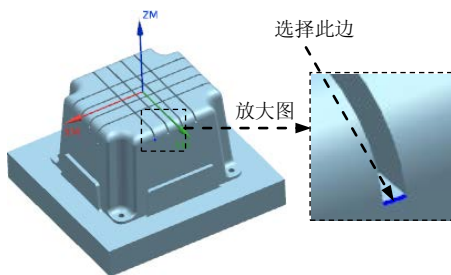

图 20.40 定义参照边
(3) 在 **刀具位置** 下拉列表中选择 **对中** 选项，然后在图形区选择图 20.40 所示的边线。